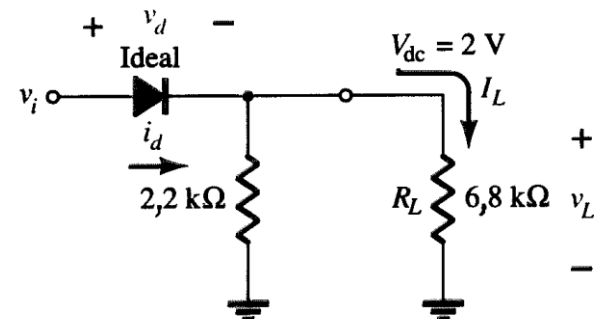

Fig. 2.149 Problema 24.
*24. Repita o Problema 22 com uma carga de $6,8 \text{ k}\Omega$ aplicada como mostra a Fig. 2.149. Esboce v_L e i_L .